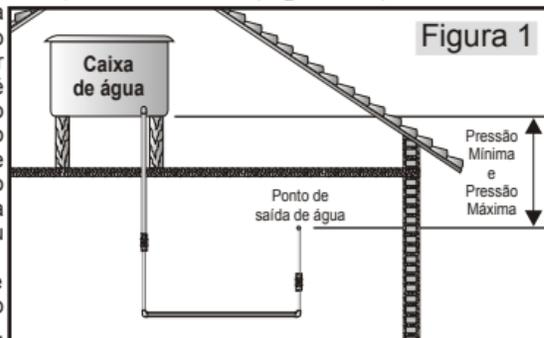

Figura 1
Instalação - Observações Preliminares (Figura 1 e 2)
- **Importante:** a pressão Mínima e Máxima de água disponível em seu banheiro pode ser verificada de forma prática. Basta observar a altura entre o ponto de instalação do Hiper Pressurizador e o fundo da caixa de água (Figura 1).